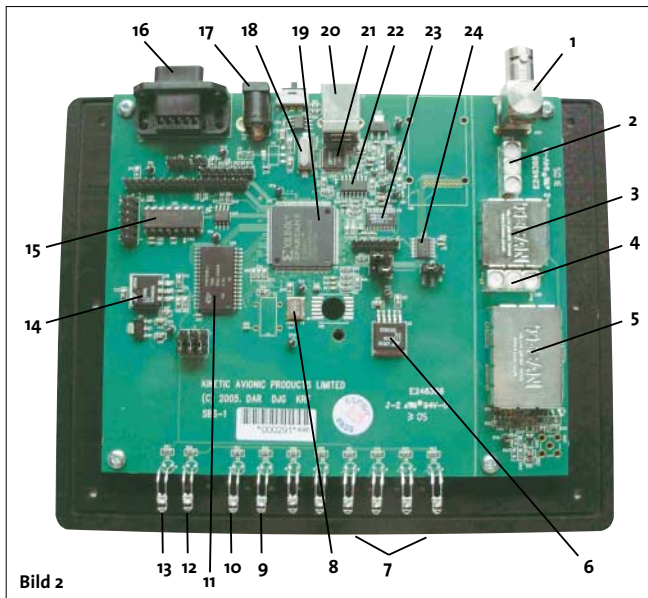

Bild 2
Bild 2: Gesamtansicht der Platine des UHF-Empfängers SBS-1 mit BNC-Buchse (1), Helixfiltern (2 und 4), 1,09-GHz-Vorstufe (3), Mischstufe (5), LDO LT1963 (6), LEDs für Anzeige der Flugzeugaktivitäten (7), 40-MHz-Quarz (8), LED zur Anzeige des Updates des SRAMs (9), LED zur Anzeige der Verbindung des SBS-1 zu BaseStation (10), asynchrones SRAM (11), LED zur Anzeige der Verbindung zum PC (12), LED Power on (13), LDO LT1086 (14), RS-232 Transceiver MAX 3232 (15), RS-232-Steckverbinder (16), Stromversorgungsbuchse 5 V, 350 mA (17), 6-MHz-Quarz (18), Xilinx FPGA Spartan XC3S400 mit 400 k Systemgatter, 58 K RAM und 288 K BlockRAM (19), USB-Buchse (20), Dual-USB-UART/FIFO-IC FTT232C (21), Standardlogik 74HC1250 Philips (22), 10-Bit-ADC AD 9203 mit 40 MSPS (23) und PLD XCF 025 (24).